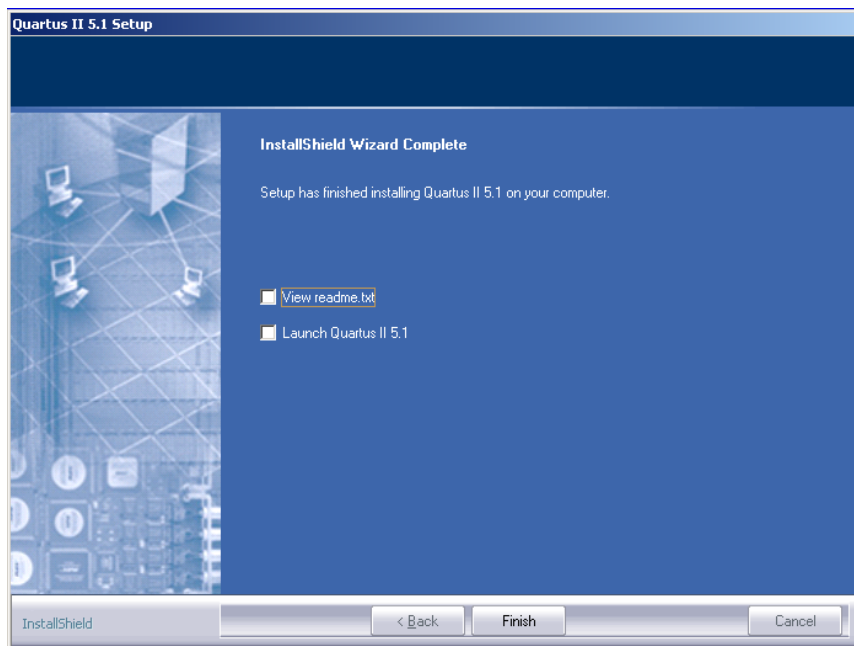

图 3-13 安装完成界面
(11) 在图 3-12 所示的图中，直到安装进度条显示安装完成，则整个 QuartusII 的安装完成，出现如图 3-13 所示界面。
(12) 在图 3-13 中有两个选项，如果选取其中的选项，点击 **Finish** 则打开相应的自述文件，不选取其中的选项，点击 **Finish** 则完成整个 QuartusII 的安装。QuartusII 软件安装完成后，将显示安装成功与否的提示信息，应仔细阅读所提示的相关信息。